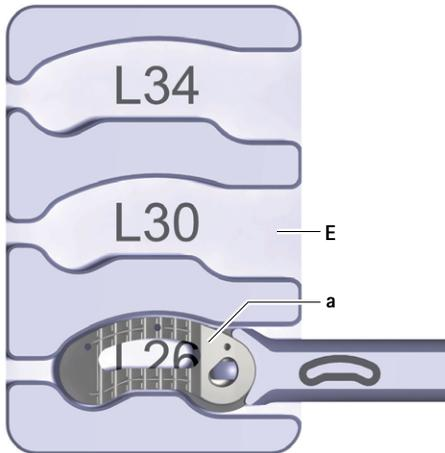

Abb. 9 Implantat in Befüllhalterung
- ▶ Implantat **a** in Befüllhalterung **E** legen, siehe Abb. 9. Dabei auf Implantatlänge achten (Beschriftung an der Befüllhalterung: L26/L30/L34).